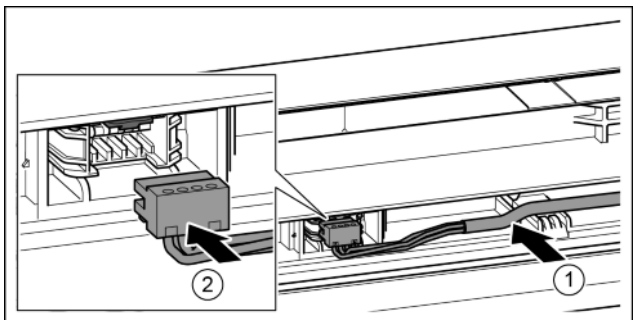

Fig. 41
- ▶ Grijs kabel in de geleiding in de bovenste deur plaatsen. Fig. 41 (1)
- ▶ Stekker vastklikken. Fig. 41 (2)